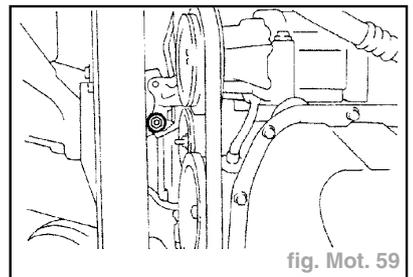

fig. Mot. 59
- Déposer l'écrou de la partie inférieure du support de fixation moteur (fig. Mot. 59).